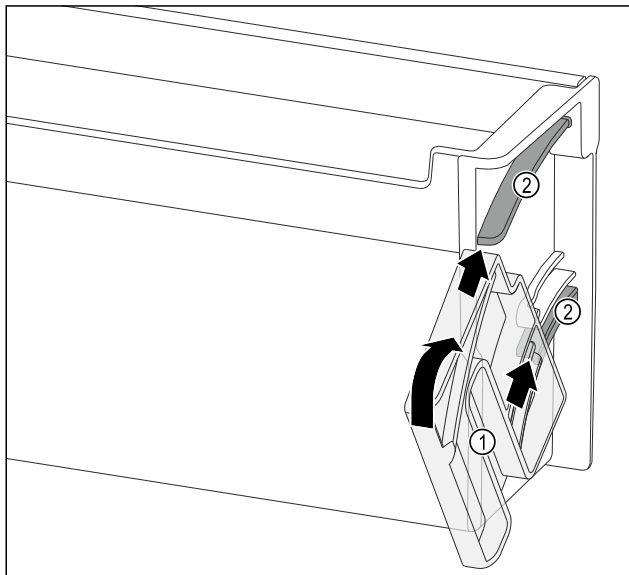

Fig. 127
- Posizionare l'unità di rotazione Fig. 127 (1) in modo che gli incavi si trovino esattamente di fronte ai canali di conduzione Fig. 127 (2) del balconcino controporta.
- Ruotare l'unità di rotazione Fig. 127 (1) nella direzione indicata.